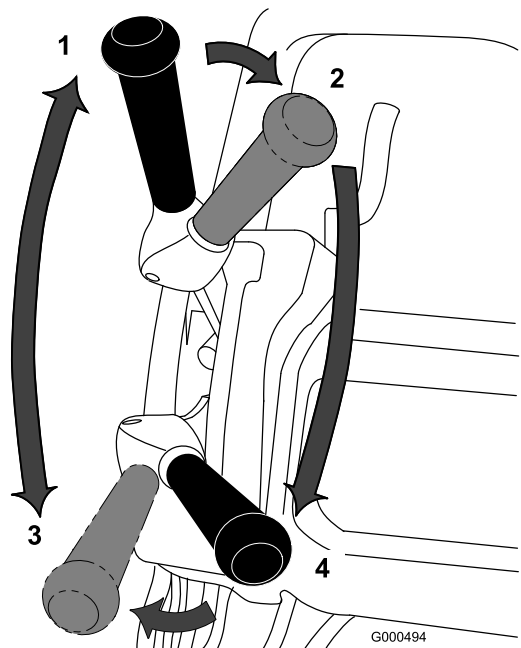

図 20
1. エンジンを始動、スロットルを下げ、カッティングユニットを上げる（ハンドルを下げる）。走行レバー（図 20）を「走行」に入れ、グリーンのカラー（縁）に入る。
2. 走行を「解除」とし、リールレバー（図 20）を回転側に倒す。
3. 走行レバーを「走行」に入れ、スロットルで希望の走行速度に調整し、グリーンへ移動する。希望位置に来たらカッティングユニットを下ろして刈り込み作業を始める（図 20）